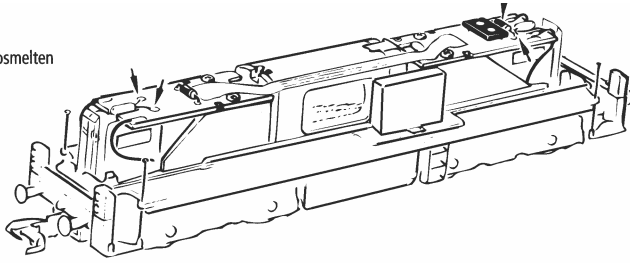
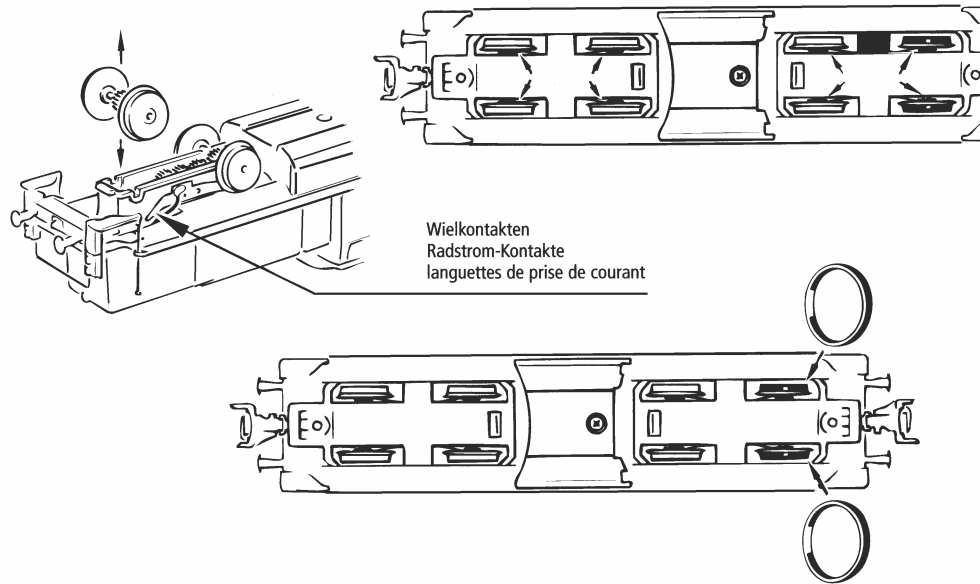
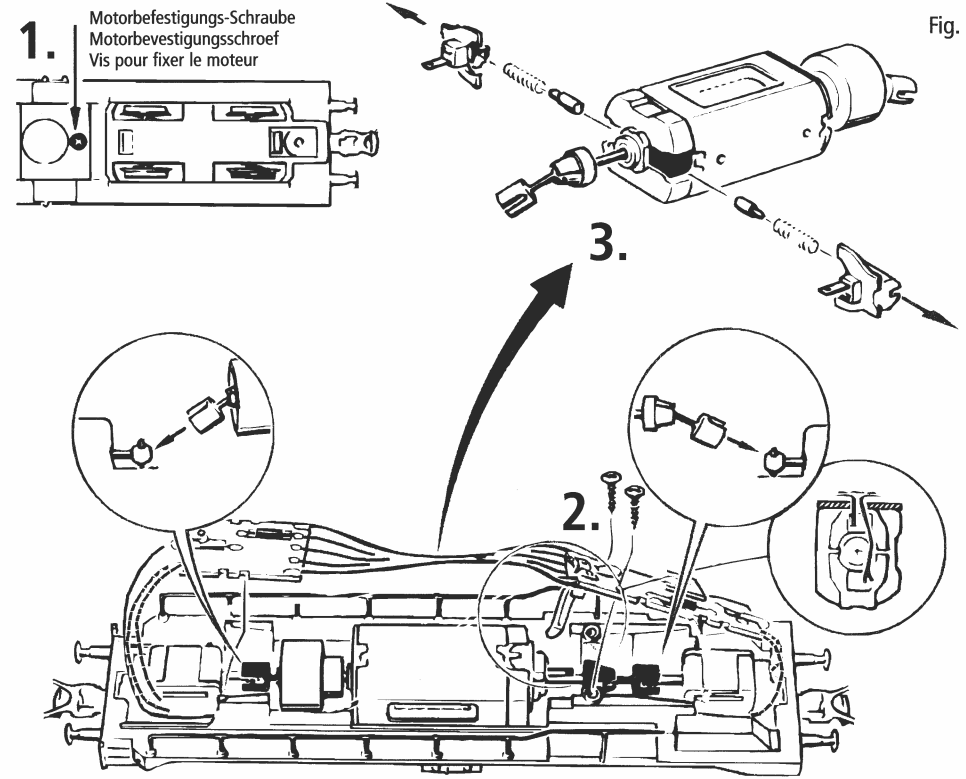
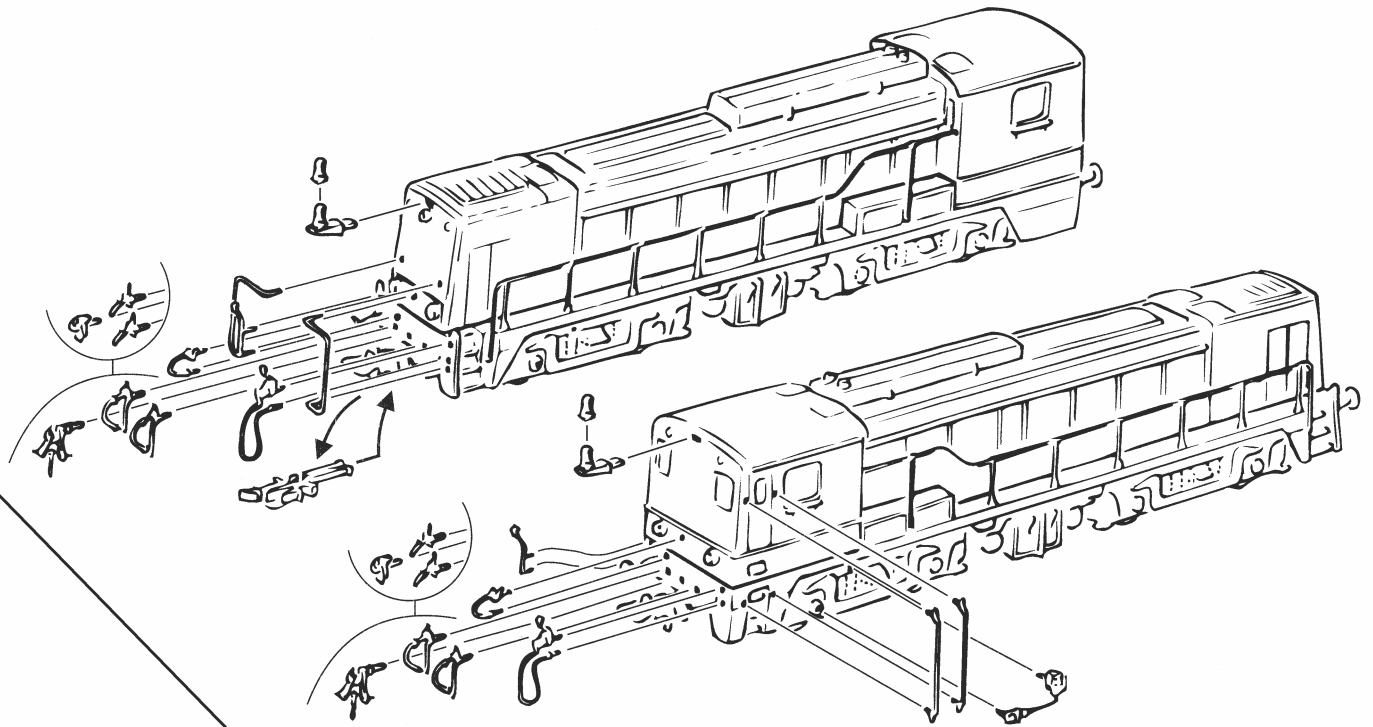

Fig. 7
Fig. 9
Fig. 10
Fig. 3
**Mehrzugbetrieb:** Brückenstecker aus der Schnittstelle entfernen (sorgsam aufbewahren). Zuletzt den Stecker des Steuerbausteines lagerichtig einsetzen (Fig. 10). Dazu zuerst das Lokgehäuse abnehmen (Fig. 3).
**2. Schmierung:** Versehen Sie die im Schmierplan in Fig. 7 gekennzeichneten Stellen mit nur **kleinen Öltropfen**. Dazu zuerst das Lokgehäuse abnehmen (Fig. 3). Wir empfehlen den **ROCO-Öler** Art. Nr. 10906. Zur Schmierung der Getriebeteile (Zahnräder, Schnecke) empfehlen wir das **ROCO-Spezialfett 10905**. Im Falle der Schmierung diese Teile bitte nicht ölen.
**3. Lämpchenwechsel:** Bitte nehmen Sie zuerst das Lokgehäuse ab (Fig. 3). Danach können Sie die Lämpchen wechseln (Fig. 6).
**5. Kohlebürstenwechsel:** Lokgehäuse abnehmen (Fig. 3). Danach wird der **Motor ausgebaut** und die Kohlebürsten ausgewechselt (Fig. 9).
**Exploitation en télécommande multi-trains:** Enlevez ensuite la fiche de shuntage de l'interface (à conserver!) et enfichez finalement la fiche du module de télécommande aux prises de l'interface. Veillez à la position correcte de la fiche (voir fig. 10). Pour ce faire il faut préalablement enlever la caisse entière (voir fig. 3).
**2. Graissage:** N'appliquez **qu'une tout petite goutte** aux endroits indiqués par le plan de graissage (fig. 7) après avoir démonté la caisse de la locomotive (fig. 3). Nous vous recommandons **le graisseur à huile ROCO réf. 10906**. Pour graisser les engrenages (roues dentées, vis sans fin) nous vous conseillons la **graisse spéciale Roco ref. 10905** pour engrenages en matières synthétiques. Lorsque vous utilisez cette graisse il faut éviter d'huiler ces composants.
**3. Remplacement des ampoules:** Veuillez démonter d'abord la caisse de votre locomotive (fig. 3), puis vous pouvez **échanger les ampoules** (voir fig. 6).
**5. Remplacement des balais du moteur:** Démontez la caisse (voir fig. 3). Démontez ensuite le moteur et échangez les balais (fig. 9).
**Digitaal:** Verwijder de brugstekker en bewaar deze goed. Plaats nu de 8-polige decostekker overeenkomstig de bijgevoegde informatie over decoderinbouw (Fig. 10). Verwijder natuurlijk eerst het loc-huis (Fig. 3).
**2. Het smeren:** Op de aangegeven punten slechts een **enkel oliedruppeltje** (Fig. 7). Daartoe wel eerst het lochuis verwijderen (Fig. 3). Wij adviseren **ROCO-smeerolie Nr. 10906**. Voor het smeren van de aandrijving (tandwielen, wormwielen, etc.) adviseren wij **Roco-smeervet Nr. 10905**. Let op. Geen olie gebruiken waar smeervet zit.
**3. Verwisselen van de lichten:** Verwijder eerst de loc-kap (Fig. 3) en **verwissel dan de lampes** (Fig. 6). ⇨ Montage
**3. Het vervangen van de koolborstels:** Loc-kap verwijderen (Fig. 3). Daarna tilt u de motor eruit en kunt u de borstels vervangen (Fig. 9). ⇨ Montage